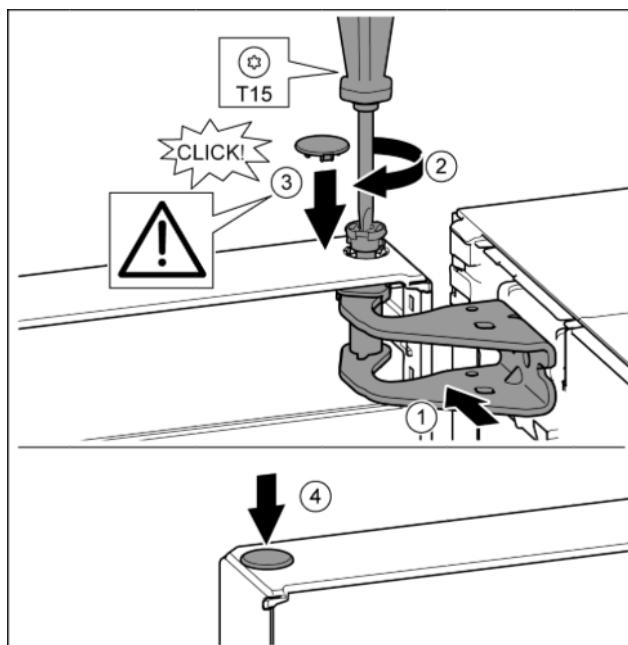

Fig. 18
- Вирівняйте дверцята зверху по отвору в опорному кронштейні. Fig. 18 (1)
- Вставте палець та закрутіть за допомогою викрутки T15. Fig. 18 (2)
- Встановіть захисну кришку для захисту дверцят: вставте захисну кришку і проконтрольуйте, щоб вона прилягала до дверцят. Якщо це не так, повністю вставте палець. Fig. 18 (3)
- Вставте пробку. Fig. 18 (4)